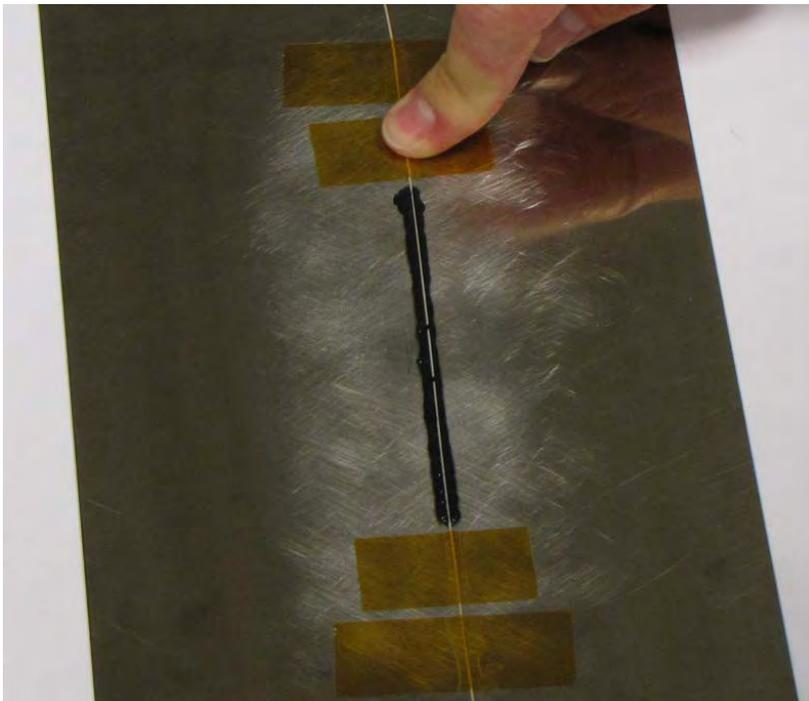

Fig. 2.5: Applicazione di due ulteriori nastri alle estremità della zona di collaggio
1. Fissare la fibra di misura con due ulteriori pezzi di nastro adesivo direttamente alle due estremità dell'area di incollaggio (Fig. 2.5).